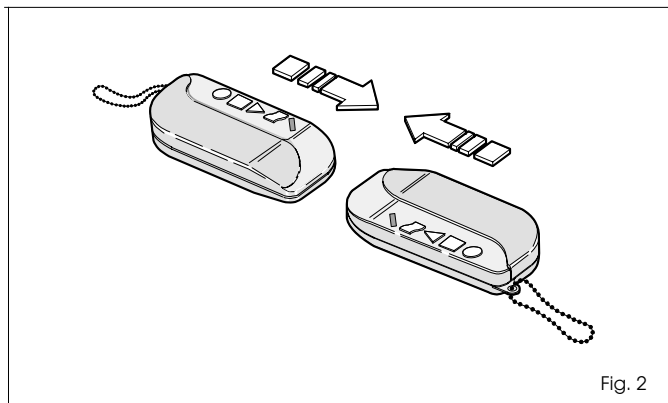

Fig. 2
- 1) Accostare i due trasmettitori come da fig.2.